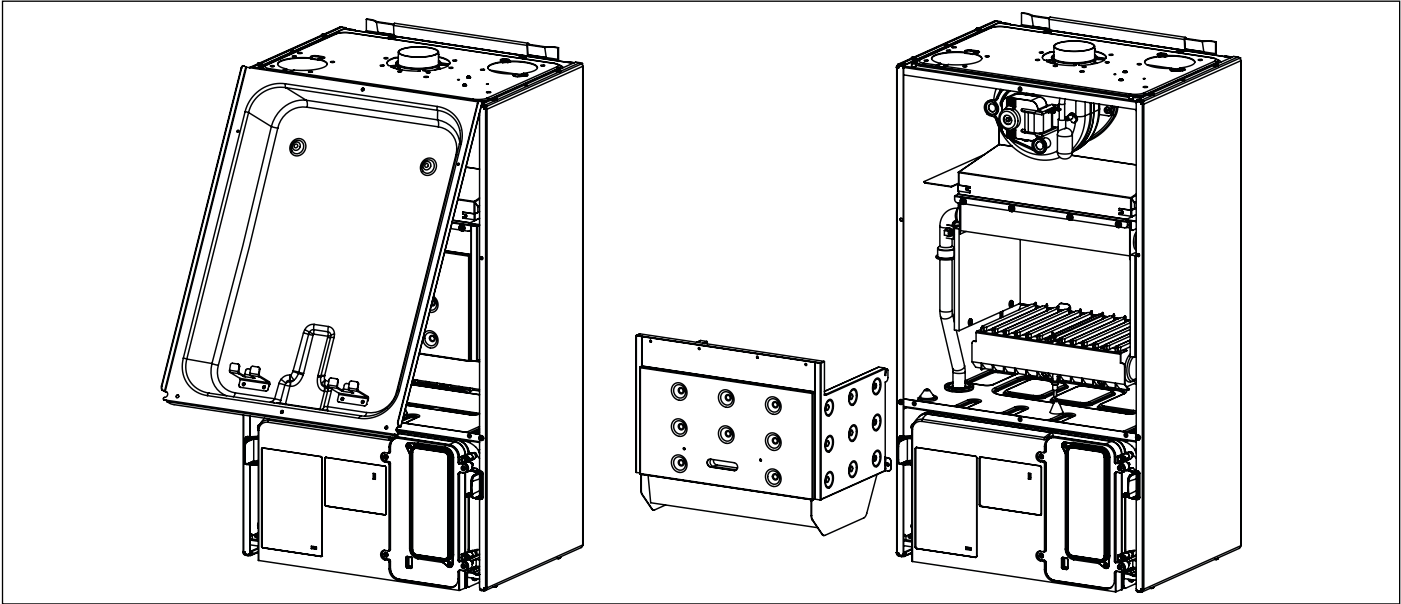

Рис. 23 Демонтаж камери згоряння
- Зняти передню панель котла (дивись Рис. 23 Демонтаж камери згоряння).